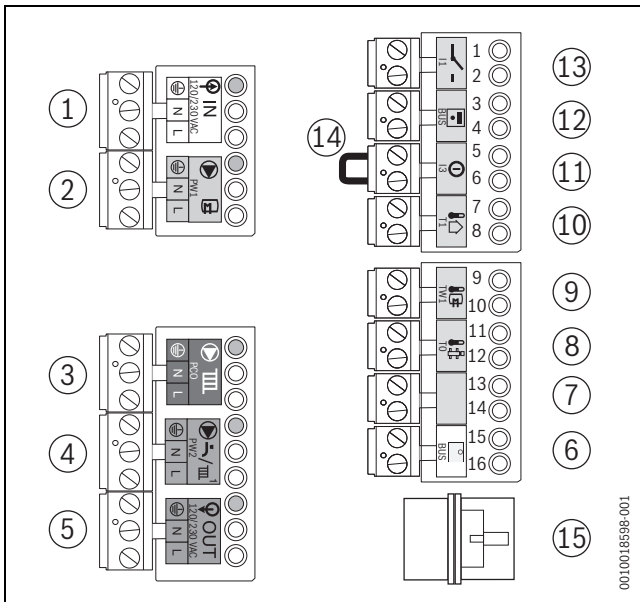

Bild 50 Klemmleiste
- Ein-/Aus-Raumtemperaturregler auf Anschlussklemme **I1** (→ Bild 50, [13]) anschließen (Zubehör).
- Regler auf Anschlussklemme **BUS** (→ Bild 50, [6]) anschließen. Hierzu ein 2-adriges Stromkabel von 0,4 bis 0,75 mm2 verwenden.
- Brücke (→ Bild 50, [14]) auf Anschlussklemme **I1** entfernen.
- ▶ Außentemperaturfühler auf Anschlussklemme  **T1** (→ Bild 50, [10]) anschließen.
- ▶ Speichertemperaturfühler auf Anschlussklemme  **TW1** (→ Bild 50, [9]) anschließen.
- ▶ Heizungspumpe an die grüne Anschlussklemme  **PCO** (→ Bild 50, [3]) anschließen.
- ▶ Zirkulationspumpe an die lila Anschlussklemme  **PW2** (→ Bild 50, [4]) anschließen.
- ▶ Speicherladepumpe an die graue Anschlussklemme  **PW1** (→ Bild 50, [2]) anschließen.
- ▶ Externes 3-Wege-Ventil an die graue Anschlussklemme  **PW1** (→ Bild 50, [2]) anschließen.